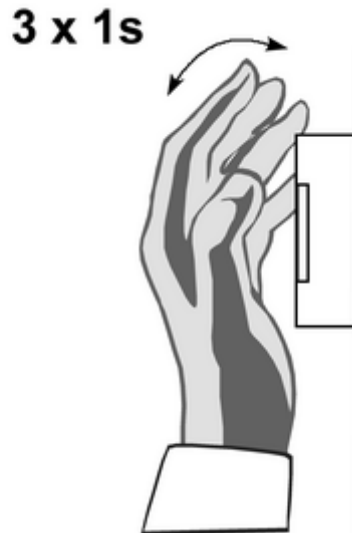

Bild 6: Teach-Funktion aktivieren
- Teach-Funktion aktivieren: Den Bewegungsmelder innerhalb von 9 Sekunden dreimal vollständig abdecken (Bild 6).